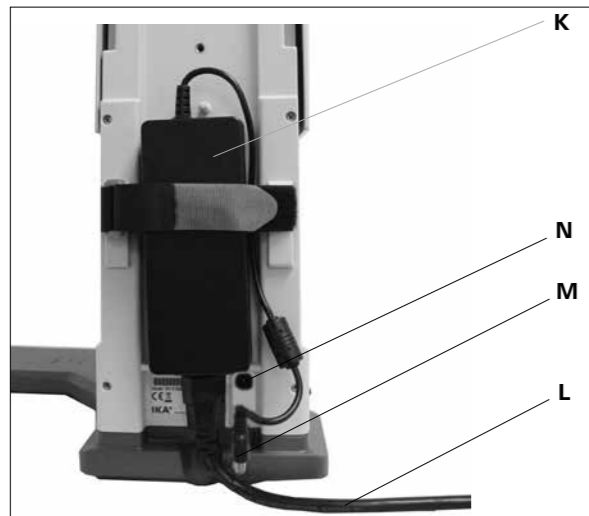

Fig. 9
3.) Fixer l'alimentation à découpage. (Fig. 9)
- Placez l'adaptateur secteur (K) à l'arrière. Fixez-le à l'aide de la bande Velcro en appuyant bien les deux pattes sur l'adaptateur. La bande Velcro ne doit pas se trouver sous l'adaptateur secteur.
- Branchez le connecteur basse tension (M) à la prise de raccordement (N). (Fig. 9)
- Branchez le câble secteur (L) sur l'adaptateur secteur et raccordez-le au secteur.